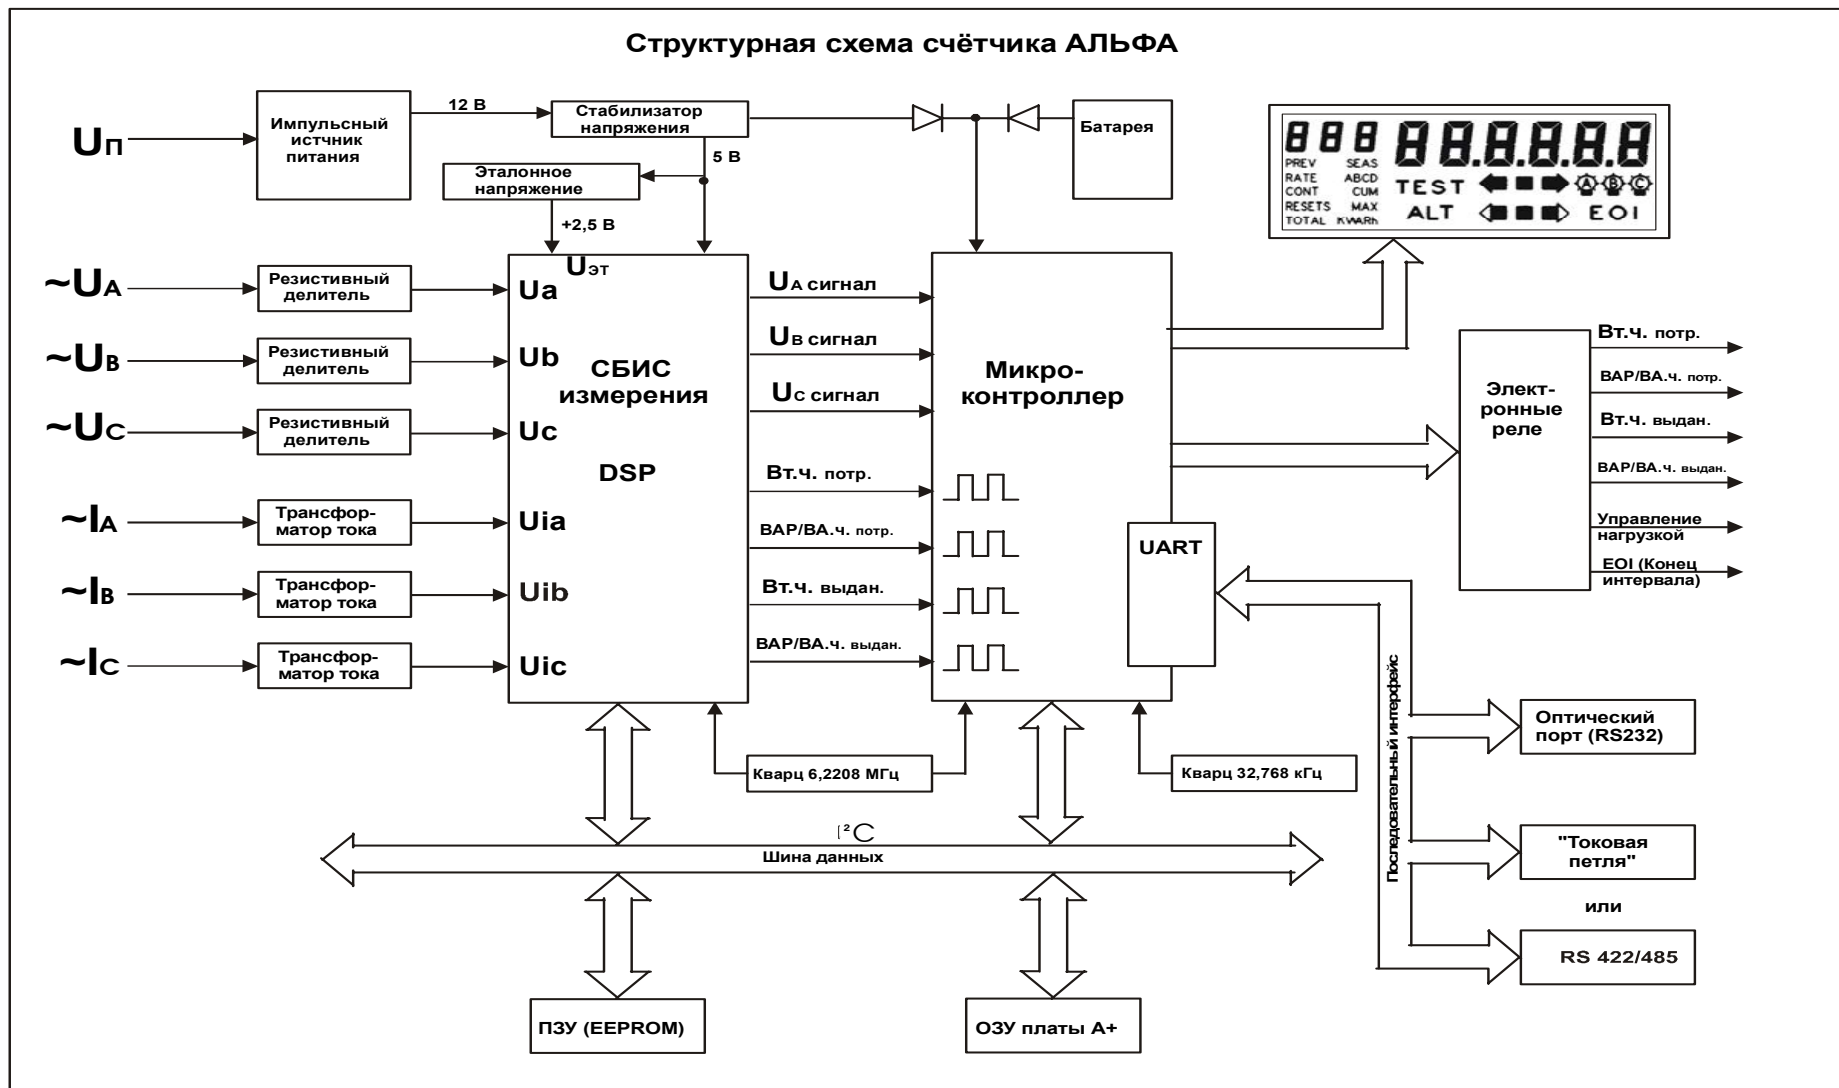

Рисунок 2
Счетчик АЛЬФА состоит из измерительных датчиков напряжения и тока, специализированной СБИС измерения (см. рисунок 2), быстродействующего микроконтроллера, обрабатывающего цифровые сигналы для интегрирования измеренных величин, хранения и отображения программируемых потребителем параметров и другой необходимой информации. Измеряемые величины и другие требуемые данные отображаются на дисплее счетчика, выполненном на жидких кристаллах.
Имеющиеся в наличии **96** жидкокристаллических сегментов используются следующим образом (см. рисунок 2): шесть (6) цифр используются для отображения данных, а три меньшие цифры — для цифровых идентификаторов параметров. В дополнение к цифровым идентификаторам имеются **17** буквенных обозначений, которые используются для идентификации тарифных зон, отображаемых параметров и т. д. Эти обозначения следующие: **PREV, SEAS, RATE, A, B, C, D, CONT, CUM, RESETS, MAX, TOTAL, kWARh**.